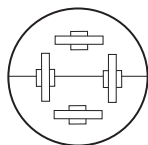
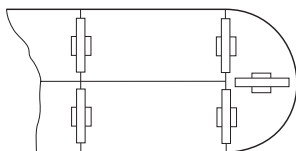

Figure 7
Figure 8
- Toutes les surfaces de travail de même profondeur (24 po, 30 po ou 36 po P) peuvent être jumelées à l'aide d'un pied installé au point de raccord ou à une extrémité (**Figure 8**).
- Les surfaces de travail en demi-cercle peuvent s'utiliser des façons suivantes : elles doivent être de même largeur lorsqu'elles sont utilisées ensemble (**Figure 7**) ou elles doivent être deux fois la largeur des surfaces qui y seront jumelées (**Figure 8**).